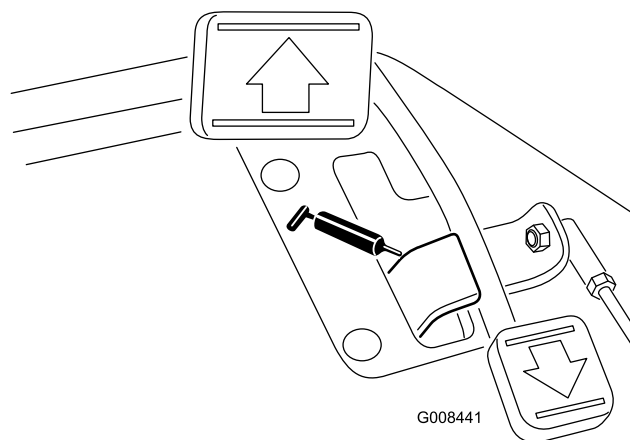

Figura 43
- Pivote del pedal de tracción (1) (Figura 43)